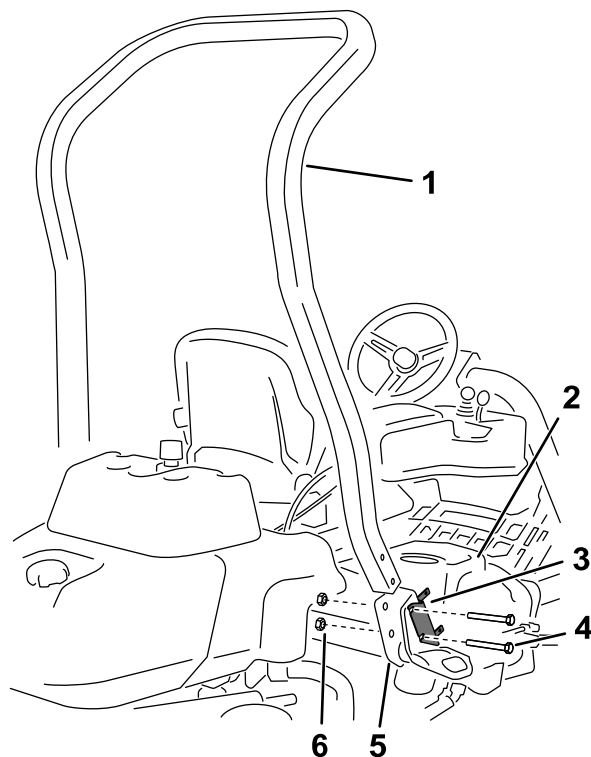

Bild 3
- Entfernen Sie die beiden Schrauben, mit der die Halterung des Sicherungskastens an der Halterung des Überrollschutzes befestigt ist, wie in Bild 3 abgebildet.